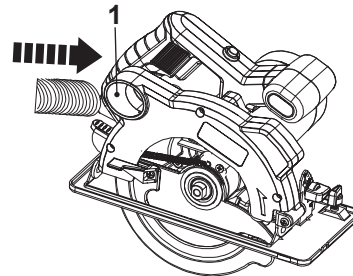

Fig. 4
1. Fixar um dispositivo adequado de extracção de pó, por exemplo, um aspirador adequado, à saída de extracção de pó (1) (Fig. 4).